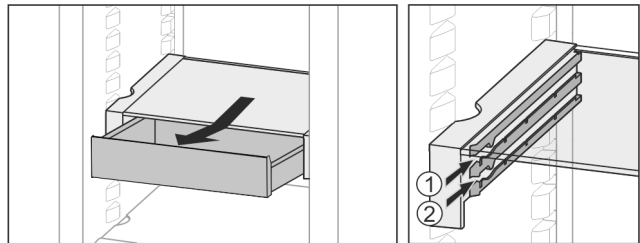

Fig. 28
- L'insérer à n'importe quelle hauteur Fig. 28 (1) ou Fig. 28 (2).